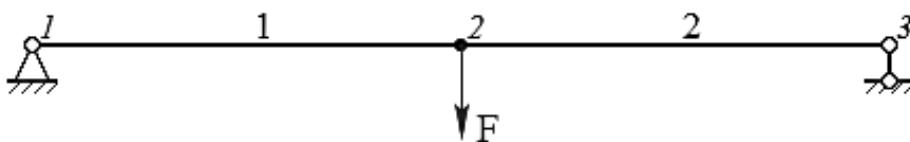

Рис. 3.3 – Балка с шарнирно-неподвижной и шарнирно-подвижной опорами
5. Данна балка с шарниро-неподвижной и шарниро-подвижной опорами (см. рис. 3.3). К балке приложена сосредоточенная сила F , кН, направленная перпендикулярно к продольной оси балки. Значение силы заданы по вариантам. Длины участков балки: $l_{12} = l_{23}$, м. Определить числовые значения реакций связей, возникающих в шарнирных опорах.